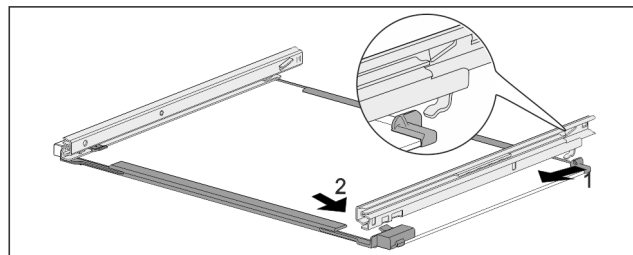

Fig. 134 Sklenená doska s koľajničkami
- ▶ Zaháknite koľajničku vzadu. Fig. 134 (1)
- ▶ Zaklapnite koľajničku vpredu. Fig. 134 (2)